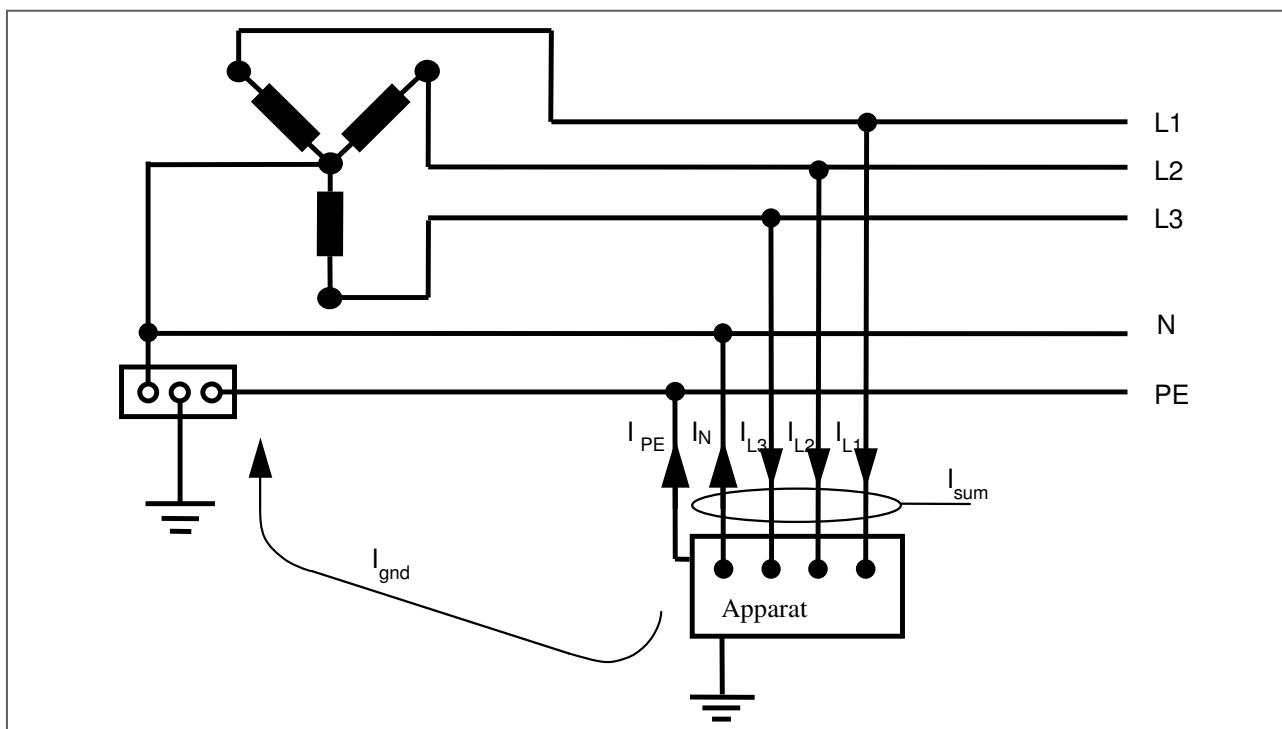

Bild 1.1. Den principiella uppbyggnaden för ett TN-S nät och mätning av summaströmmen.
I ett korrekt fungerande 5-ledarnät flyter returströmmen genom nolledaren (N) eller genom fasledarna (L1, L2, L3) tillbaka till fördelningstransformatorns nollpunkt (bild 1.1). Då det uppstår ett fel blir nolledaren delvis eller fullständigt kortsluten till skyddsledaren (PE) och byggnadens ledande delar.